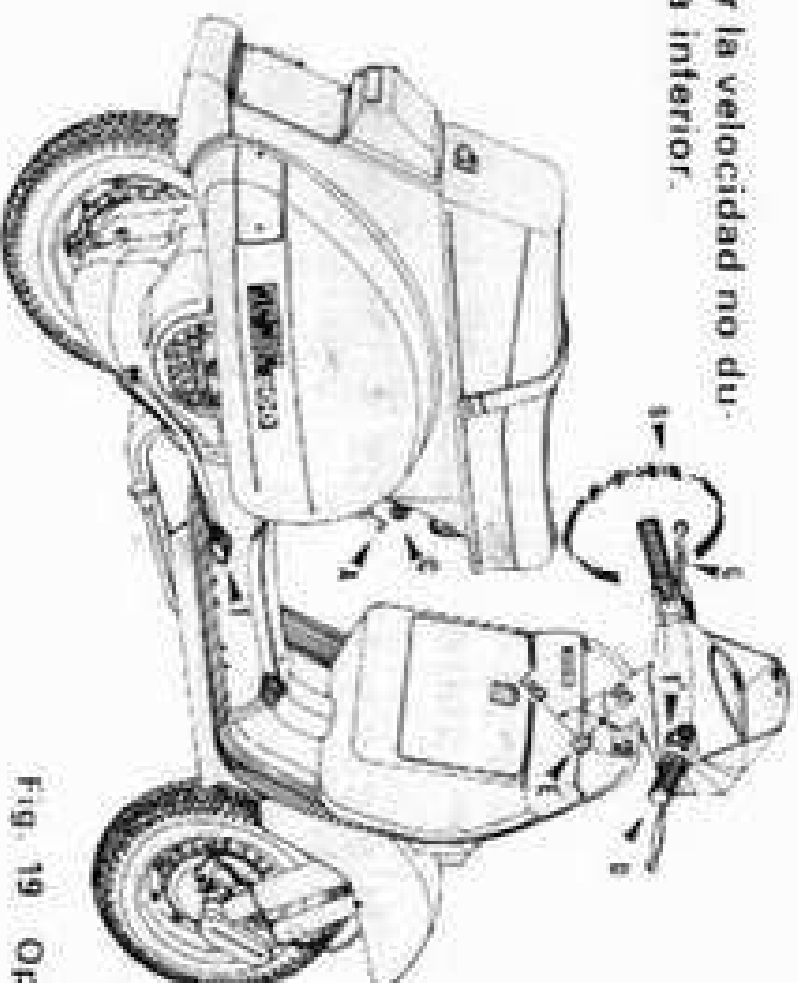

Fig. 19 Operaciones para el arranque
- Actuar sobre la palanca del embrague, permaneciendo en esta posición hasta el arranque del vehículo (fig. adjunta (2)).
- Introducir la velocidad y arrancar (ver fig. 19).